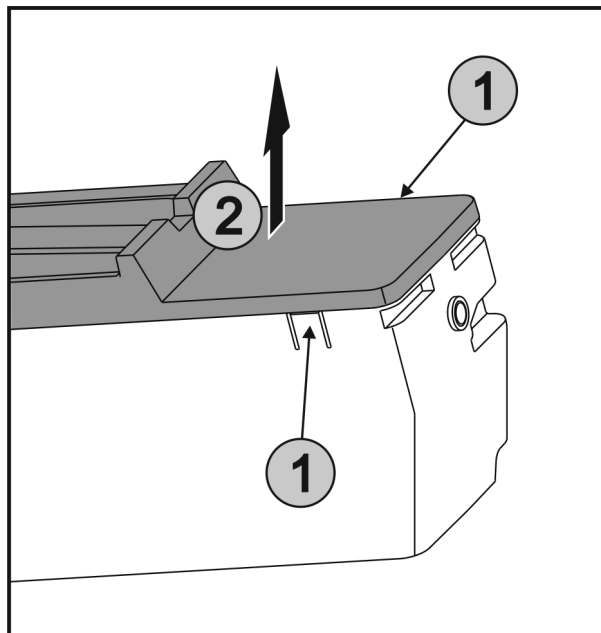

Fig. 38
- ▶ Stlačte západku *Fig. 38 (1)* na obou stranách EasyTwist-Ice současně a sejměte kryt *Fig. 38 (2)* směrem nahoru.